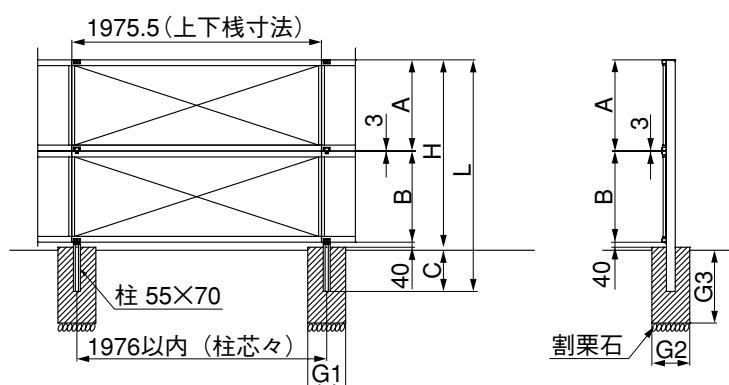

図1-1 連続基礎の場合
- 基礎が沈降したり傾いたりするのを防止するために必ず割栗石を敷いてください。（図1-1参照）